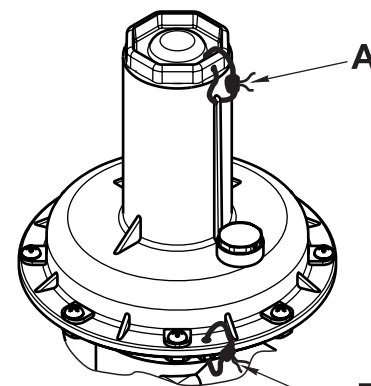

Рис. 7
4.10 Пломбировка (рис. 7, 8).
4.10.2 Регулятор и ПСК. Для пломбировки используйте проволоку диаметром 0,8 - 1,5 мм, которую необходимо протягивать через отверстия, расположенные в защитной пробке и плоскости соединения корпусных деталей (рис. 7, места А и Б). Пломбировка места Б произведена на заводе-изготовителе. Пломбировка места А осуществляется после настройки клапана на необходимое давление срабатывания.